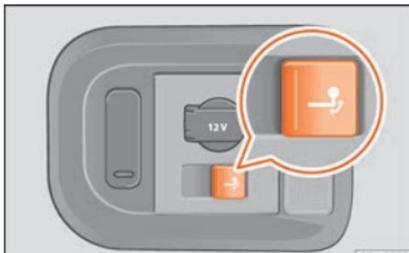

Fig. 280 Lado direito da bagageira: botão para rebater eletricamente a rótula do engate.
- Pressione brevemente o botão »» **Fig. 280**. A rótula é desbloqueada eletricamente e rebate por si mesma para fora. O indicador do botão pisca.
- Pressione brevemente o botão »» **Fig. 280**. A rótula é desbloqueada eletricamente. O indicador do botão pisca.